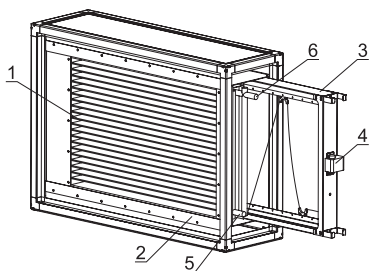

Рисунок 20
Водяной воздухонагреватель (рис.20) предназначен для нагрева воздуха и представляет собой медно-алюминиевый теплообменник (1), поверхность нагрева которого образована пучком медных труб, обретенных пластинами из алюминиевой фольги. Температура теплоносителя не должна превышать $+130^{\circ}\text{C}$, рабочее давление – не более 12 атм. В качестве теплоносителя используется вода и незамерзающие смеси. Для защиты от замерзания теплообменника необходимо устанавливать датчик температуры воды обратного теплоносителя (на выпускном коллекторе) и капиллярный термостат (4), датчики поставляются в комплекте с щитом управления. Капиллярный термостат необходимо устанавливать на специальную рамку (3), располагаемую после теплообменника по ходу движения воздуха. Для этого необходимо демонтировать съёмную панель, извлечь рамку и растянуть трубку термостата по её сечению. Нагреватель можно извлечь потянув его на себя по направляющим (2). Для слива теплоносителя и выпуска воздуха из контура теплообменника можно использовать заглушки на патрубках (5) и (6).